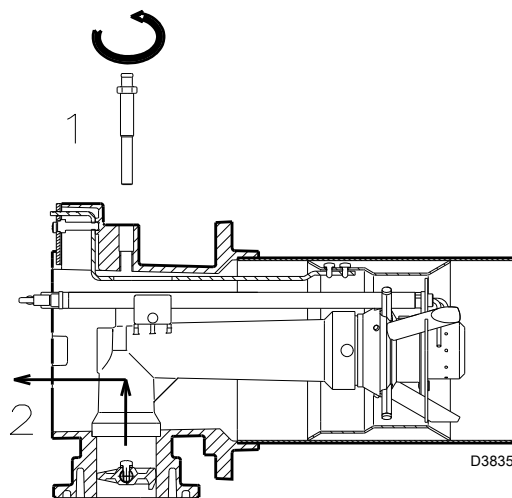

图 12
- 拆下螺丝 1) (图 12)；
继续组装燃烧头内部部件 2) (图 12)，使用扭矩为 $4 \div 6 \text{ Nm}$ 的扳手拧紧螺丝 1) (图 12)。
安装进行到此处时，将燃烧头固定到锅炉上，如图 12 所示。